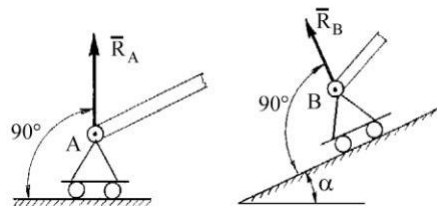

Рис. 1.16
**Шарнирно-подвижная опора (опора на катках).** Реакция  $\vec{R}$  такой связи проходит через центр шарнира (рис.1.16) и направлена перпендикулярно к опорной